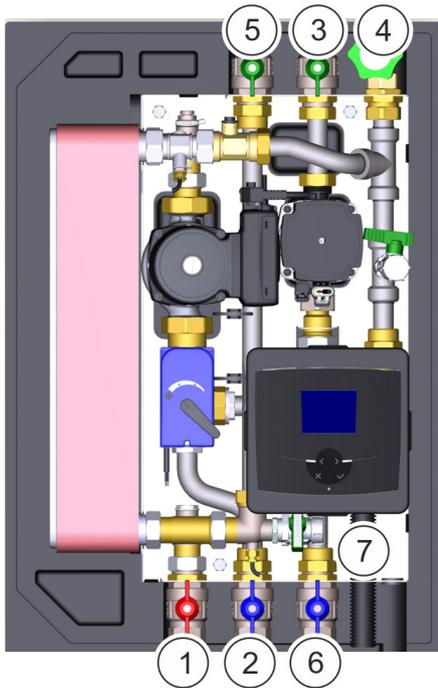

Abb. 22: Hähne anschliessen
Die Frischwasserstation wurde gemäss Abb. 22 vorbereitet
- Hauptzuleitung Trinkwasser an den Anschluss Hauptzuleitung Trinkwasser (Abb. 22/4) anschliessen.
- Warmwasserleitung an den Anschluss Trinkwasserverteilung (WW) (Abb. 22/5) anschliessen.
- Vorlauf Hauptzuleitung Heizung an den Primäranschluss Wärmeversorgung Vorlauf (Abb. 22/1) anschliessen.
- Rücklauf Hauptzuleitung Heizung an die Einbindung Speichermitte (optional) (Abb. 22/2) anschließen.
- Wenn vorhanden, Zirkulationsleitung an den Anschluss integrierte Zirkulation (Abb. 22/3) anschliessen.